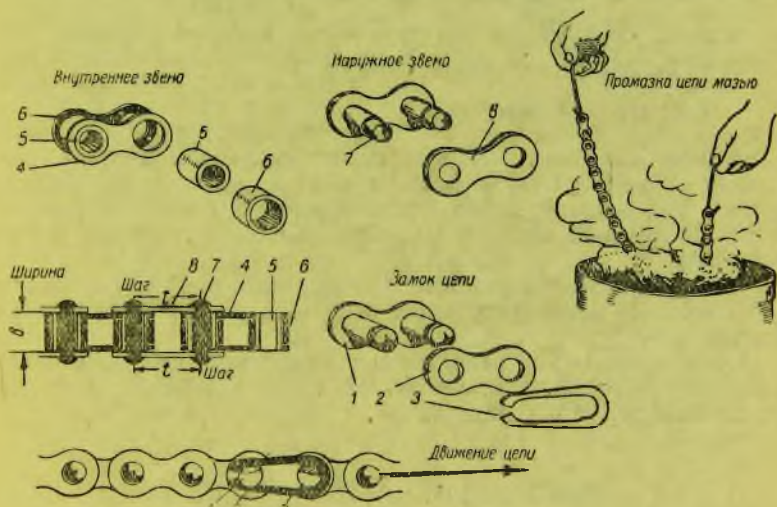

Рис. 178. Устройство роликовой цепи и уход за ней
собой валиками. Для предохранения от быстрого износа цепь снабжается роликами. На рис. 178 приведено изображение цепи, употребляемой в настоящее время на советских мотоциклах.
Соединяется цепь замком, состоящим из вилки (1), щечки (2) и пружины (3) (рис. 178).